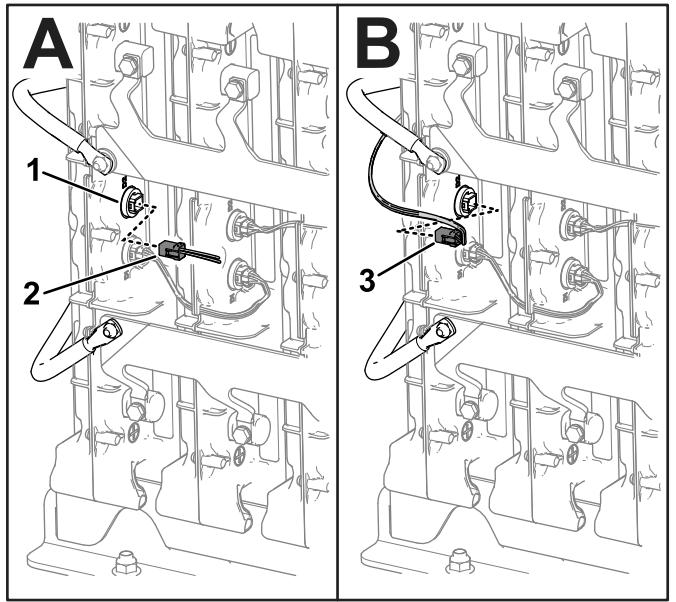

Figure 8
3. Retirez le faisceau existant (CAN) de la prise de batterie D2 (Figure 8). Conservez le faisceau de câblage.
4. Branchez le connecteur restant du faisceau d'interface de données sur la prise de batterie D2 (Figure 8).